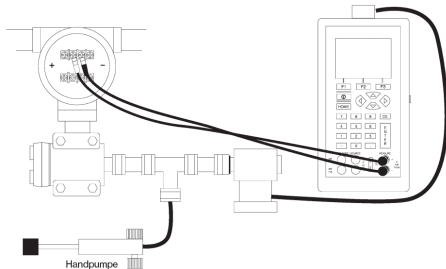

Abb. 22. Kalibrierung eines Druckwandlers
3. Den Kalibrator wie in Abbildung 22 am Transmitter und am Druckmodul anschließen.